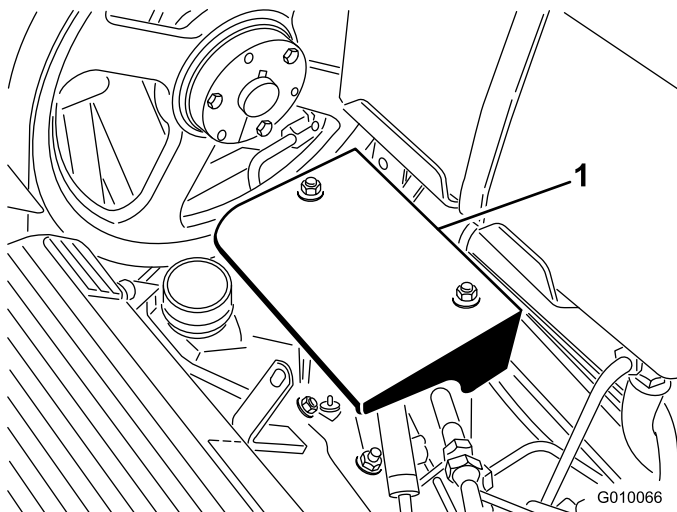

Bild 56
2. Entfernen Sie die beiden Befestigungsmuttern des Pumpenschutzblechs und nehmen Sie das Schutzblech ab (Bild 56).